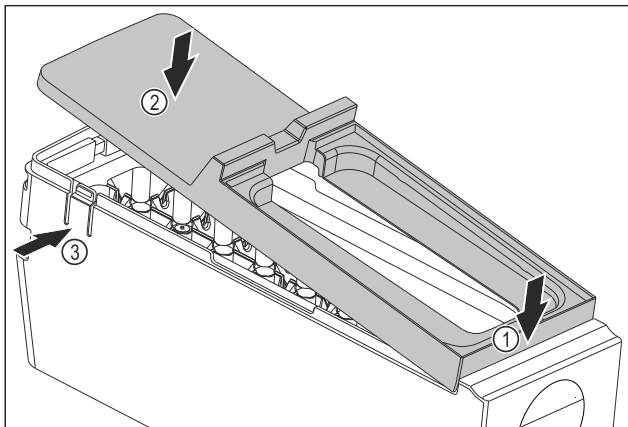

Fig. 186
- ▶ Montare la copertura del corpo dell'EasyTwist-Ice: Applicare la copertura sul davanti. Fig. 186 (1)
- ▶ Abbassare la copertura sul retro. Fig. 186 (2)
- ▷ La copertura si innesta in entrambe le linguette Fig. 186 (3) in modo udibile.